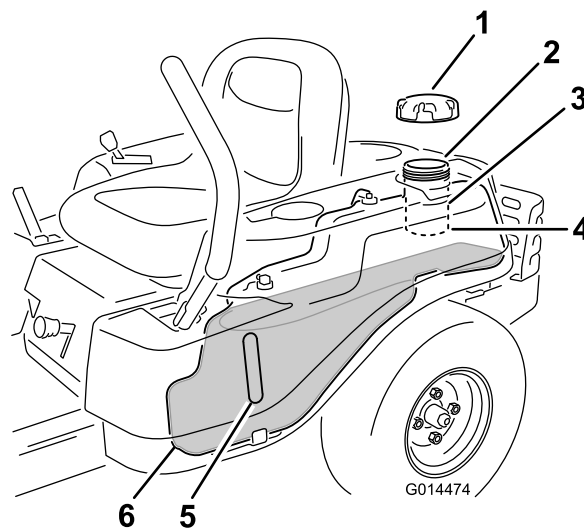

Figura 8
Nota: Pode utilizar a janela do combustível para verificar a presença de gasolina antes de encher o depósito (Figura 8).
2. **Lentamente** adicione gasolina até o combustível chegar à base do tubo de enchimento (Figura 8).